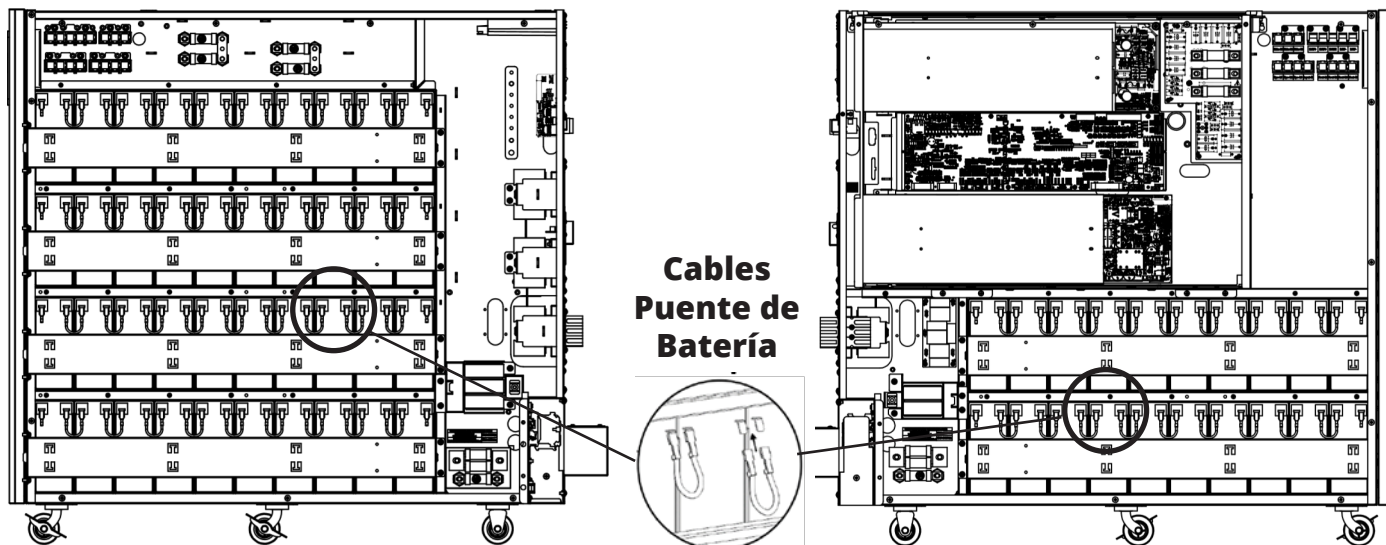

Figura 3-13: Conecte los Cables de Puenteo de la Batería
8. Conecte los cables de puenteo de la batería en ambos lados del UPS (Figura 3-13).